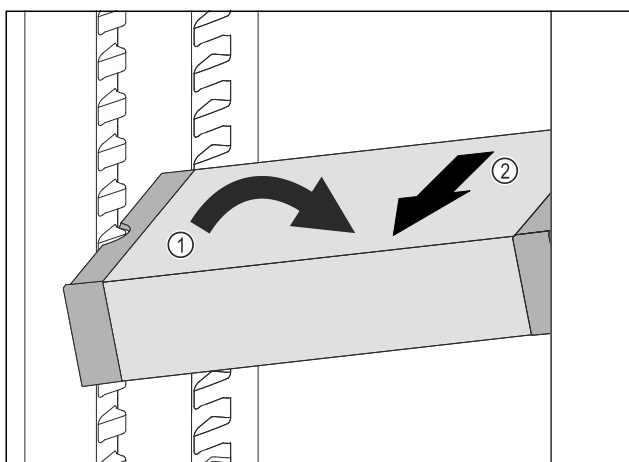

Fig. 189
- ▶ Расположите VarioSafe в холодильном отделении под наклоном. Fig. 189 (1)
- ▶ Извлеките VarioSafe движением вперед. Fig. 189 (2)